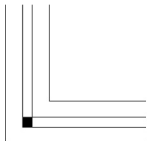

图 5.15 绘制构造柱
(1) 关闭【轴线】图层，并将【构造柱】图层设置为当前层。
(2) 启动【矩形】命令，在如图 5.15 所示的基础平面图左下角的位置绘制 240mm×240mm 的正方形，并选择【SOLID】图案将其填充。